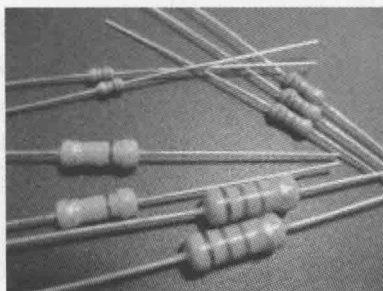

图 1.2 碳膜电阻器
① 碳膜电阻器是将结晶碳沉积在陶瓷棒骨架上制成。碳膜电阻器成本低、性能稳定、阻值范围宽、温度系数和电压系数低。观察工业电路板上的插件电阻器，碳膜电阻器的本体颜色多呈黄色、棕色，早期的工业电路板及一些低成本电路板上多有采用。如图1.2所示。